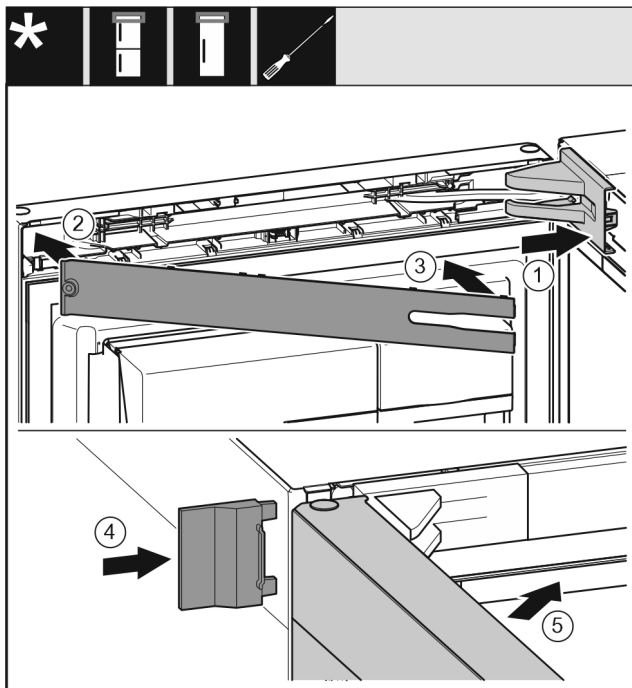

Fig. 32
- 放上并插入托架盖 Fig. 32 (1)，如有必要小心地按压分开。
- 盖上隔板 Fig. 32 (2)。
- 转入隔板 Fig. 32 (3)并卡入到位。
- 插入外盖 Fig. 32 (4)。
- 关闭冰箱上方门 Fig. 32 (5)。